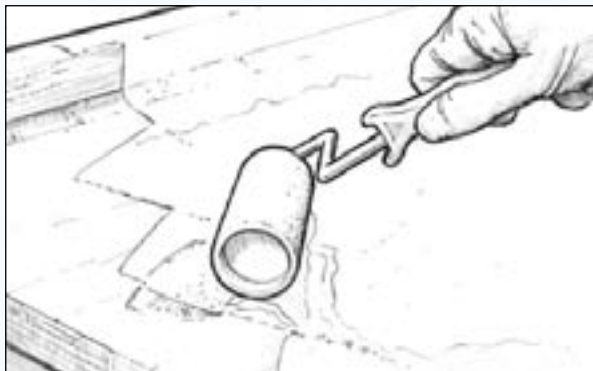

Рис. 21. Пропитайте пористые поверхности перед нанесением состава для выравнивания.
2. Пропитайте пористые поверхности смесью полимера/отвердителя (рисунок 21).